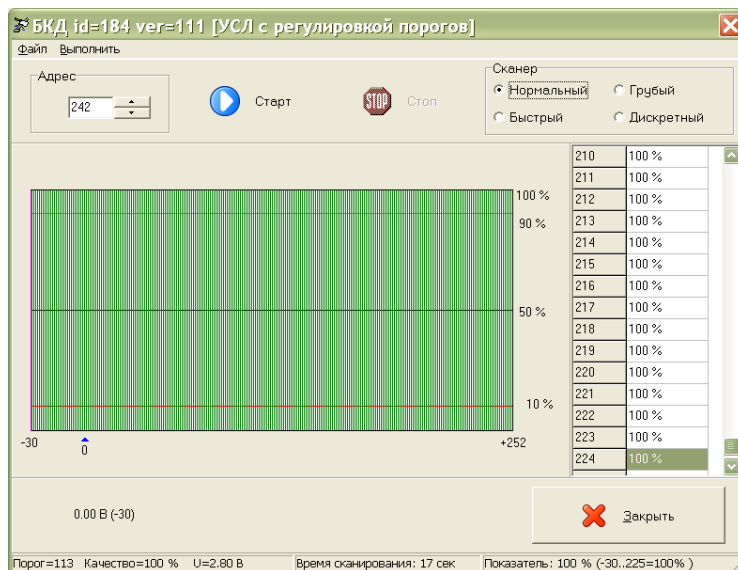

Рисунок 13 - Проверка качества связи
5) Проверить качество связи в ИПЛ между БКД-М и УСЛ-А(С) в режиме работы сканера «Нормальный» (рисунок 13). Для исправного УСЛ-А(С) качество связи должно быть 100 % на всем диапазоне порогов приема БКД-М.